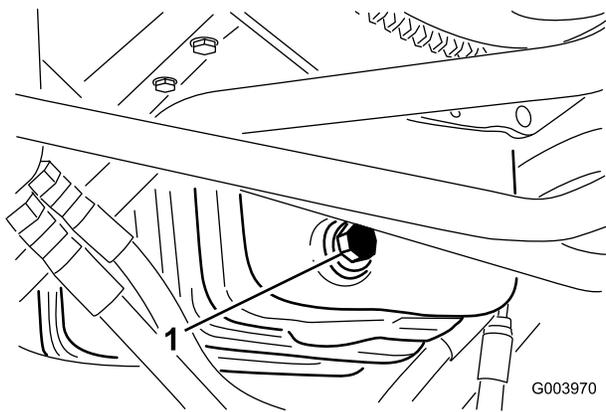

Bild 62
1. Entfernen Sie die Ablassschraube (Bild 62) und lassen Sie das Öl in die Auffangwanne ab.